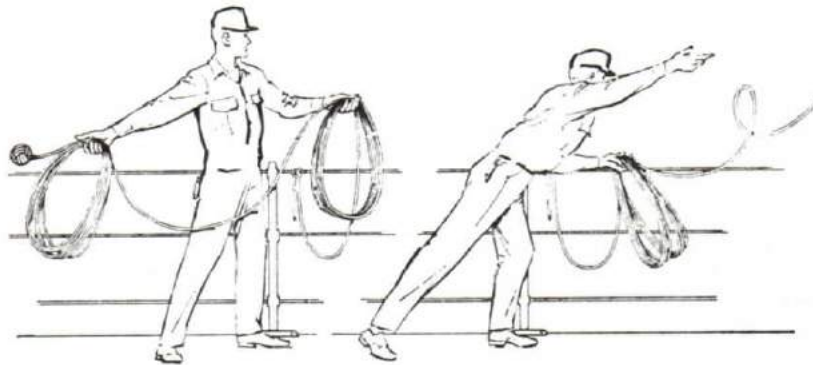

Figure 11-4
2. To throw a heaving line, the line is first coiled into the hand in bights about 3 to 4 feet in circumference. You then separate this coil in half keeping the half with the monkey's fist in your heaving hand, allow about 5 feet of line to hang between the coils, turn the body sideways to the target, heaving arm extended and holding the other half palm open facing the target. Heave the weighted end, coil and all towards the target and allow as much of the unweighted end to go out as necessary. You should normally retain the inner end in your hand, or you may secure it to the guard rail. See Figure 11-4.
2. Pour lancer un lance-amarres, il faut d'abord lover la ligne dans la main en plis de trois à quatre pieds de tour. On sépare ensuite la ligne en deux glènes et on garde la glène munie d'une pomme dans la main avec laquelle on lancera. Laisser environ cinq pieds de ligne entre les deux glènes. Tourner le corps de côté par rapport à la cible, le bras qui lance tendu, tandis que l'autre retient la deuxième glène dans la main, paume ouverte face à la cible. Lancer la glène dont l'extrémité est lestée en direction de la cible et laisser l'autre glène se dérouler autant qu'il le faut, retenant l'extrémité de cette dernière dans la main ou l'attachant à la rambarde (voir la figure 11-4).